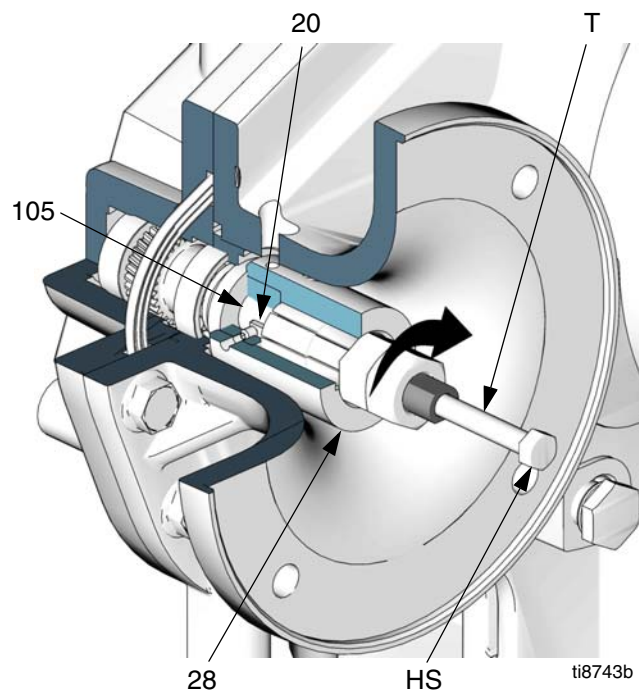

ABB. 24. Ausbau der Motorkupplung
4. Siehe ABB. 24. Lockern Sie beide Stellschrauben (31). Das Kupplungslösewerkzeug (T) in die Kupplung (28) einführen. Die Mutter im Uhrzeigersinn festdrehen, und dann die Kupplung von der Vorgelege-Eingangswelle (105) ziehen, indem Sie den Sechskantschlüssel (HS) im Uhrzeigersinn drehen.
HINWEIS: Wenn die Kupplung während des folgenden Verfahrens von der Motorwelle getrennt wird, aber an der Eingangswelle steckenbleibt, muss das Kupplungslösewerkzeug 15J827 (T) verwendet werden, wie in ABB. 24 dargestellt.